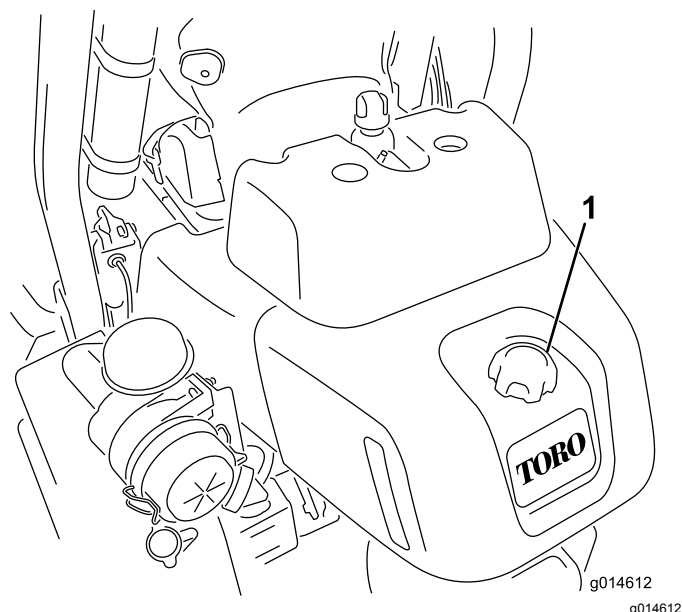

Figura 22
1. Pulite attorno al tappo del serbatoio del carburante (Figura 22).